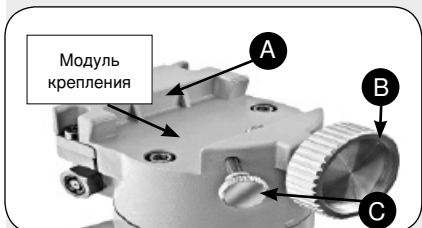

Рис. 7: Установка модуля крепления на рычаг монтровки (EXOS-2)
7. Прикрепите раму к монтровке (AR и NT). Выньте оптическую трубу из рамы и вдвиньте раму в крепежный паз (11, рис. 1а). См. рис. 7. Закругленное основание рамы должно встать в закругленную часть паза монтровки. Затем затяните без усилия ручку фиксации рамы и дополнительную стопорную ручку.